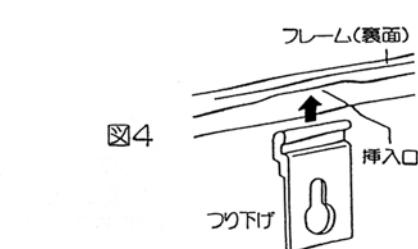

図5
3. 壁面の取付けネジに合わせて吊下げ金具を図5のようにスライドさせて、吊下げ位置を決めて下さい。